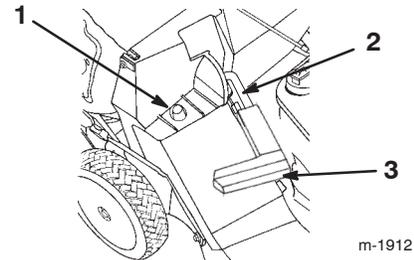

Bild 18
2. Stellen Sie sicher, dass der Griff an der Auswurfkanalklappe ganz nach vorne gestellt und dass der Stift im Riegel eingerastet ist (Bild 18).
3. Schieben Sie das Loch im Korbrahmen auf den Halteposten am Auswurfkanal (Bild 18).
2. Heben Sie den Griff der Auswurfkanalklappe an und ziehen ihn nach vorne, bis der Stift in den Riegel einrastet (Bild 18).